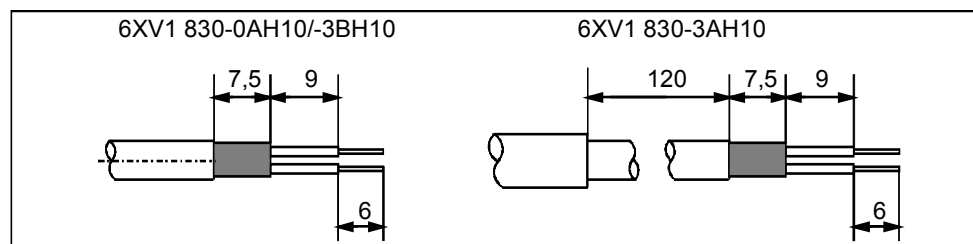

Рис. 5-2. Длина удаления изоляции для шинного штекера (6ES7 972-0B.10 ...)
1. Снимите изоляцию с шинного кабеля в соответствии с рис. 5-2.